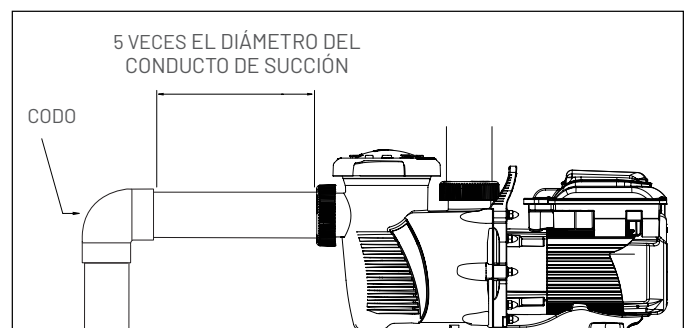

Figura 2: Conductos recomendados
4. Para optimizar la instalación, Pentair recomienda montar una válvula en las líneas de succión y retorno de la bomba de forma que esta puede aislarse durante los trabajos de mantenimiento. Sin embargo, también recomendamos que cualquier válvula, codo o T instalada en la línea de succión no se encuentre a una distancia inferior a la parte frontal de la bomba a cinco (5) veces el diámetro de la línea de succión. Apoye independientemente la tubería cerca del conducto de aspiración y descarga de la bomba para reducir la tensión sobre esta. Evite apretar demasiado las conexiones de las tuberías. Utilice solo selladores de tuberías aptos para plástico. No utilice productos a base de petróleo. Es esencial que el conducto de succión esté exento de fugas de aire. El conducto de succión siempre debe ser, como mínimo, del mismo tamaño que la toma de succión de la bomba. Consulte la Figura 2.